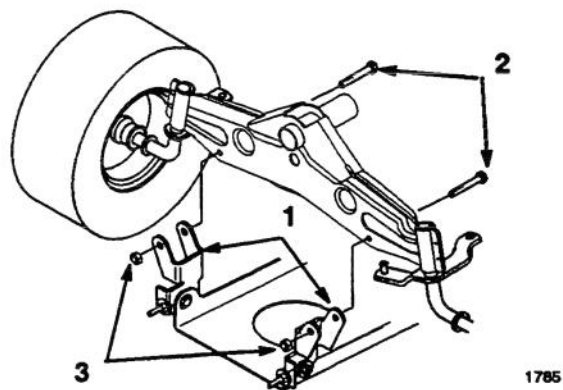

Figure 17
8. Enlever les boulons et les contre-écrous et extraire les deux supports de montage d'articulation de l'essieu avant (Fig. 17).